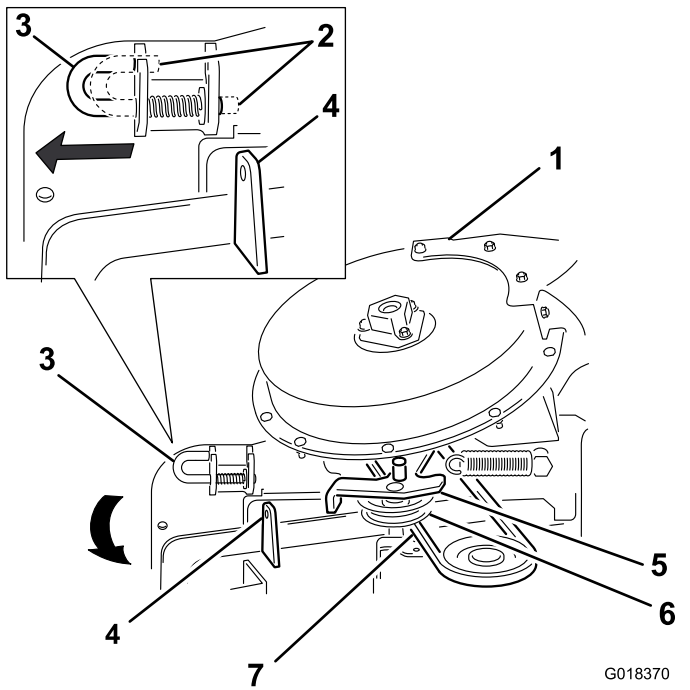

図 38
6. ラッチピンをロック位置から開放位置にする 図 38。
7. ブロアアセンブリを閉じて、ラッチピンをシュートブラケットの穴に合わせる 図 38。